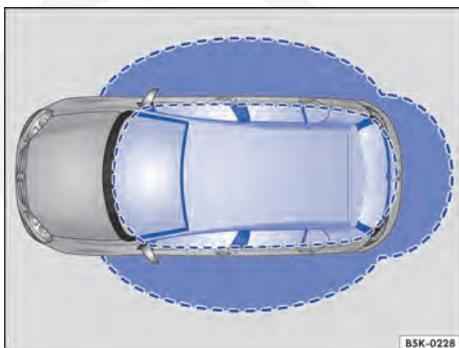

Fig. 31 Sistema de travamento e de partida Keyless Access sem chave: áreas de aproximação.
Keyless Access é um sistema de travamento e de partida sem chave, com o qual o veículo pode ser destravado e travado sem o uso efetivo da chave do veículo. Para isso, é necessário que apenas uma chave do veículo válida esteja na área de aproximação \Rightarrow Fig. 31 do veículo e que uma superfície dos sensores nas maçanetas das portas dianteiras \Rightarrow Fig. 32 seja tocada, ou o logo Volkswagen da tampa traseira \Rightarrow Página 59 seja acionado \Rightarrow ①.
Se houver uma chave do veículo válida numa área de aproximação \Rightarrow Fig. 31, o sistema de travamento e de partida Keyless Access sem chave atribui uma autorização de acesso a essa chave assim que a superfície do sensor da maçaneta da porta do condutor ou do passageiro dianteiro for tocada ou o logo Volkswagen da tampa traseira for tocado. Em seguida, são possíveis as seguintes funções sem o uso efetivo da chave do veículo:
Se o veículo estiver travado e uma chave do veículo válida se encontrar na área de aproximação \Rightarrow Fig. 31 da tampa traseira, esta será destravada automaticamente ao ser aberta.